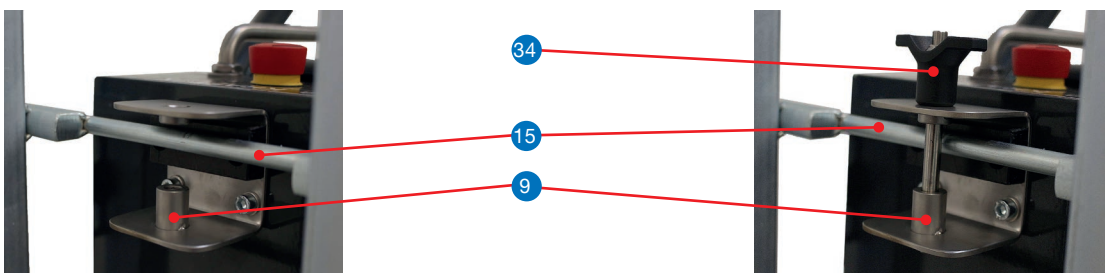

Abb. 22) Obere Traverse eingeführt in die obere Aufnahme
- Vor der Lastaufnahme Einrasten der Kugelsperrbolzen ③③ und ③④ überprüfen (Abb. 21) - (Abb. 22).
2. Durch Drücken des Knopfes Kugelsperrbolzen ③③ entsichern und Kugelsperrbolzen entfernen.
6. Obere Traverse **15** mit 1 Kugelsperrbolzen **34** sichern (Abb. 22):